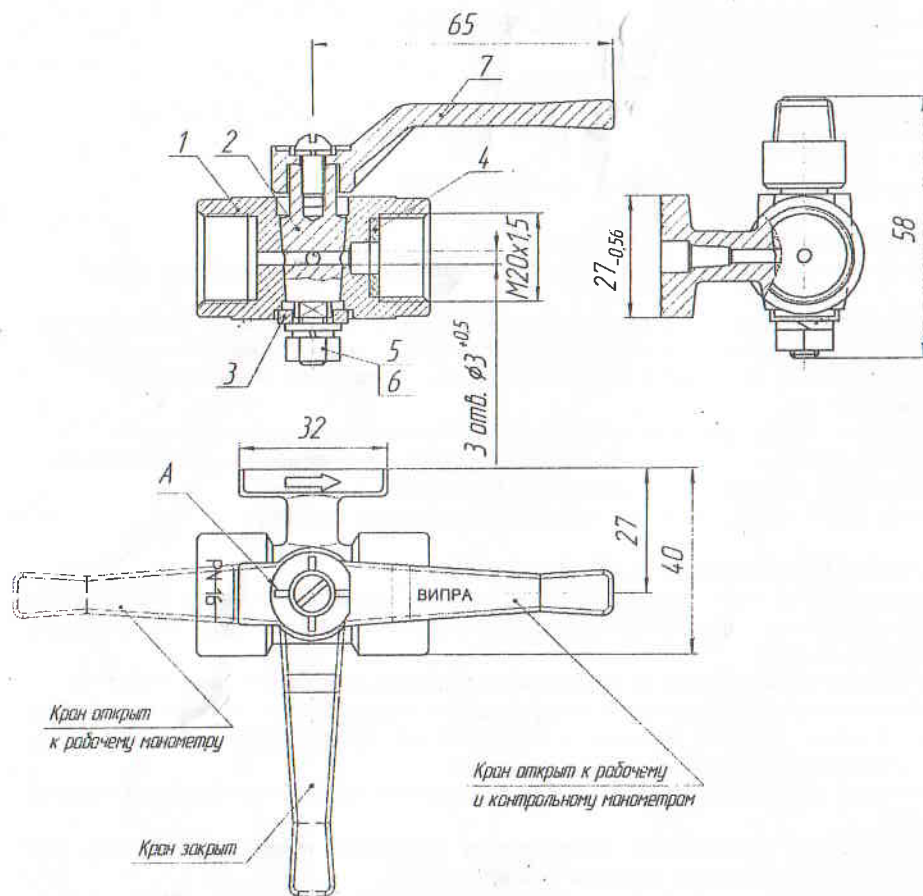

Рисунок 1 – Кран пробковый трехходовой натяжной муфтовый с фланцем для контрольного манометра
3.1 Кран состоит из корпуса 1, пробки 2, шайбы 3, прокладки 4, гайки 5, шайбы 6, ручки 7 (рис.1).